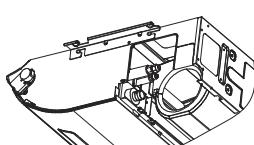

Rys. 4.1 Miejsca podłączenia rur
- (1) Możliwe miejsca podłączenia rur są pokazane na rys. 4.1 i rys. 4.2.